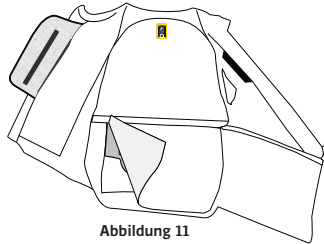

Abbildung 11
1. Öffnen Sie die Airbagtaschen im Innenteil der Weste, indem Sie den Reißverschluss und die Klettverschlüsse aufmachen (Abbildung 11).